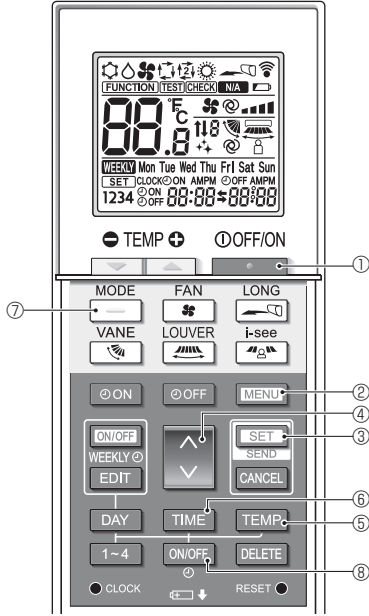
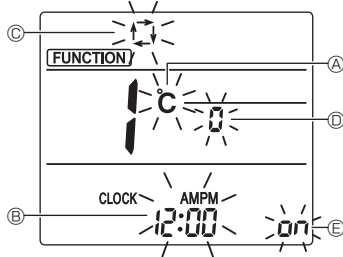

Fig. 4-10
Fig. 4-11
Ekrana görüntü ayarı ekranı görüntülenecektir. (Fig. 4-11)
4.12.2. Sıcaklık biriminin değiştirilmesi (Fig. 4-11 Ⓐ)
- TEMP** düğmesine ⑤ basın.
- TEMP** düğmesine ⑤ her basıldığında ayar °C ile °F arasında değişecektir.
4.12.3. Zamanlayıcı ekranının değiştirilmesi (Fig. 4-11 Ⓑ)
- TIME** düğmesine ⑥ basın.
- TIME** düğmesine ⑥ her basıldığında ayar ^{AMPM}12:00 ile ^{AMPM}24:00 arasında değişecektir.
4.12.4. AUTO (OTOMATİK) modun değiştirilmesi (Fig. 4-11 Ⓒ)
- MODE** düğmesine ⑦ basın.
- MODE** düğmesine ⑦ her basıldığında ayar **AUTO** ile **MANUAL** arasında değişecektir.
4.12.5. Çift No'sunun değiştirilmesi (Fig. 4-11 Ⓓ)
- UP** düğmesine ④ basın.
- UP** düğmesine ④ her basıldığında Çift No. 0-3 değişecektir.
4.12.6. Arka aydınlatma ayarının (Fig. 4-11 Ⓔ) değiştirilmesi
- ON/OFF** düğmesine ⑧ basın.
- ON/OFF** düğmesine ⑧ her basıldığında ayar **ON** ile **OFF** arasında değişecektir.
- SET** düğmesine ③ basın.
- İşlev No. Ⓐ yanıp söner. (Fig. 4-10)
- MENU** düğmesine ② basın.